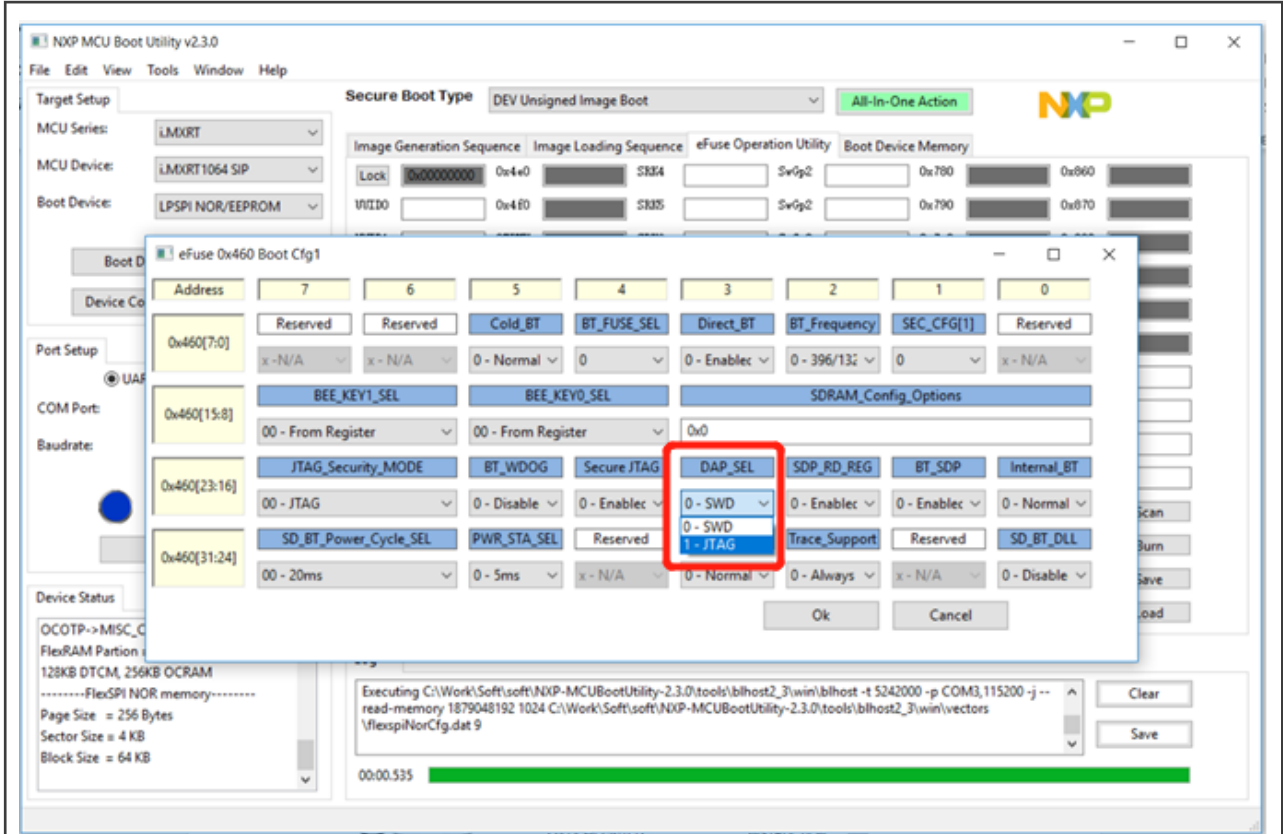

图 4. NXP-MCUBootUtility-2.3.0 eFuse 里面烧录 JTAG
- 应用 NXP-MCUBootUtility-2.3.0 软件，在 eFuse 里面选择 **JTAG** 模式并用烧录 eFuse。请注意，EVK 验证板烧录为 JTAG 后无法再重新烧录到 SWD 模式。图 4 显示了详细的设置信息页面。